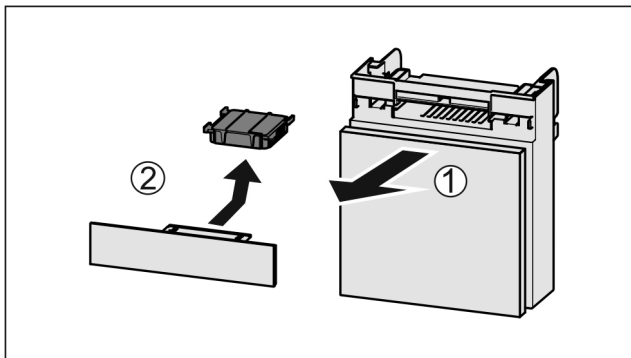

Fig. 175
- Zásuvku vytáhněte dopředu Fig. 175 (1).
- Filtr s aktivním uhlím vyjměte Fig. 175 (2).